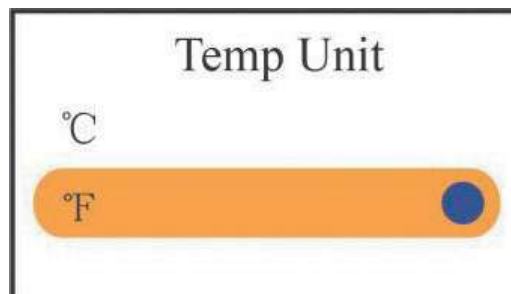

Abbildung 4.10I Einstellung
- » Werkseinstellung: Rufen Sie die Werkseinstellung auf, wie in Abbildung 4.10I dargestellt.